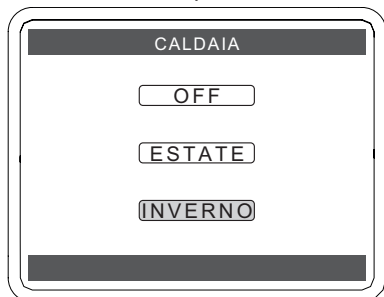

Figura 2.6
- Premere il tasto (∨) o (∧) per selezionare il campo desiderato Figura 2.6: